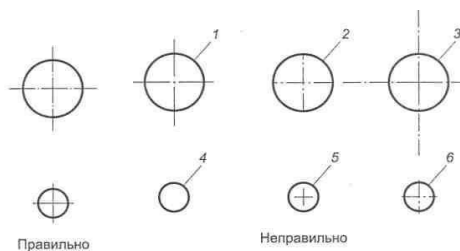

Рис. 42
4. На рис. 42 даны варианты правильного и неправильного проведения центровых линий окружностей. Какие ошибки допущены в шести неправильно выполненных окружностях?